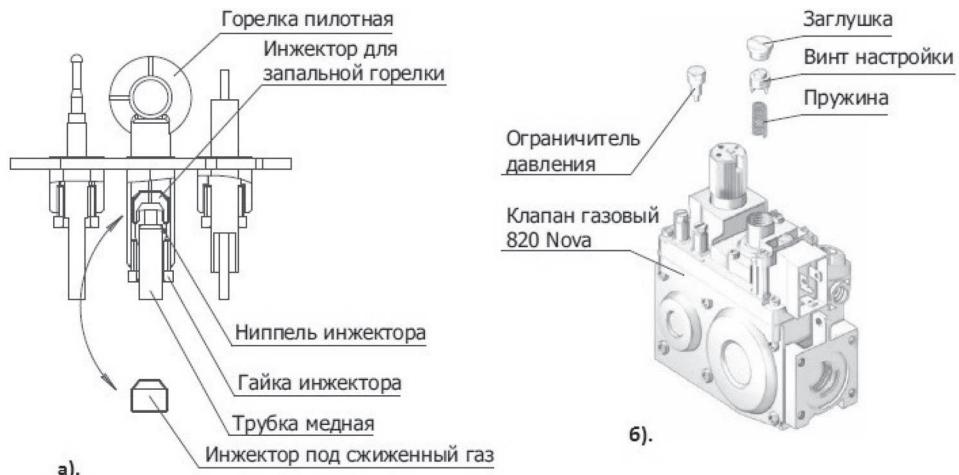

Рисунок 9 - Схема переналадки горелки печи на сжиженный газ
**1.** Открутить с фланца пилотной горелки гайку и ниппель инжектора с трубкой медной и снять инжектор для запальной горелки (Рисунок 9 а). Взамен его установить в пилотную горелку инжектор под сжиженный газ из комплекта по переналадки. Закрепить трубку медную на фланце горелки ниппелем инжектора с помощью гайки инжектора. Убедиться в надежной фиксации.
**2.** Снять с клапана газового 820 Nova ограничитель давления (латунный колпачок на верхней части клапана), находящийся под заглушкой пластмассовый установочный винт и пружину (Рисунок 9 б) и заменить их ограничителем давления под сжиженный газ из комплекта переналадки. Момент затяжки ограничителя давления — 1 Нм.